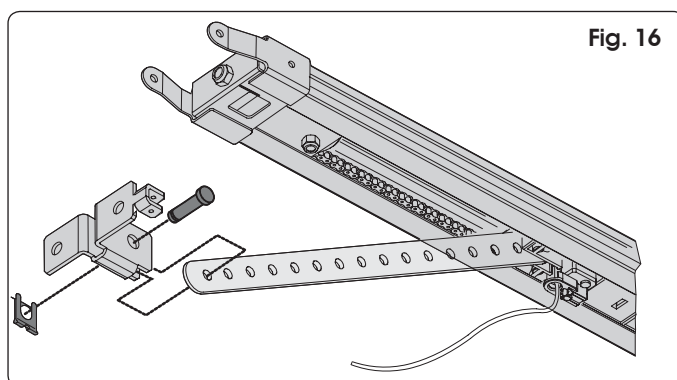

Fig. 16
- 1) Assemblare l'attacco con l'asta del carrello (Fig. 16).